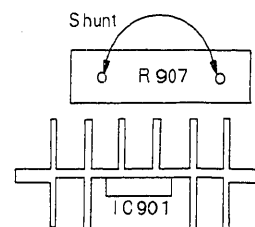

Fig. 2
4. Régler la tension d'entrée alternative sur 100 volts et shunter les deux bornes de R907, en procédant comme représenté sur la figure 2.